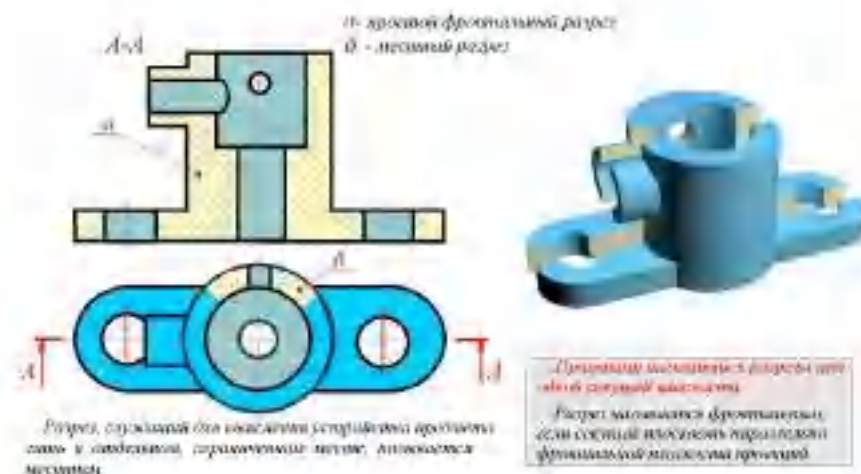
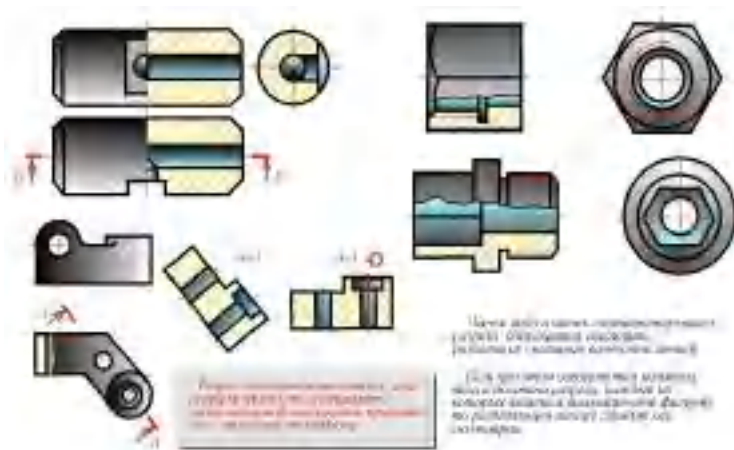

Рис. 7
Рис.8
4.1 Разрезом называется изображение предмета, мысленно рассеченного одной или несколькими плоскостями. На разрезе показывают то, что получается в секущей плоскости и что расположено за ней (Рис. 7). Таким образом, разрез состоит из сечения (Рис. 7, элемент "а") и вида части предмета, расположенной за секущей плоскостью (Рис. 7, элемент "б").
а) *продольными*, если секущие плоскости направлены вдоль длины или высоты предмета (Рис. 8);
б) *поперечными*, если секущие плоскости направлены перпендикулярно длине или высоте предмета (Рис. 7). Разрезы, служащие для выяснения устройства предмета лишь в отдельных, ограниченных местах, называются **местными**(Рис. 8).
Вертикальный разрез, когда секущая плоскость непараллельна фронтальной или профильной плоскостям проекций, а также наклонный разрез, допускается выполнять с поворотом до положения, соответствующего принятому для данного предмета на главном изображении. В этом случае к обозначению должен быть добавлен знак "повернуто", как показано на рис. 7.
Горизонтальные, фронтальные и профильные разрезы могут быть расположены на месте соответствующих основных видов (Рис. 7).Местные разрезы выделяются на виде сплошными волнистыми линиями.Эти линии не должны совпадать с какими-либо другими линиями изображения(Рис. 7,а).Часть вида и часть соответствующего разреза допускается соединять, разделяя их сплошной волнистой линией (Рис. 8). Она не должна совпадать с какими-либо другими линиями изображения. Если при этом соединяются половина вида и половина разреза, каждый из которых является симметричной фигурой, то разделяющей линией служит ось симметрии(Рис. 8).Нельзя соединять половину вида с половиной разреза, если какая-либо линия изображения совпадает с осевой,(например, ребро). В этом случае соединяют большую часть вида с
меньшей частью разреза(Рис.8, справа) или большую часть разреза с меньшей частью вида. Допускается разделение разреза и вида штрихпунктирной тонкой линией, совпадающей со следом плоскости симметрии не всего предмета, а лишь его части, если она представляет тело вращения. При соединении половины вида с половиной соответствующего разреза, разрез располагают справа от вертикальной оси и снизу от горизонтальной (Рис. 7).